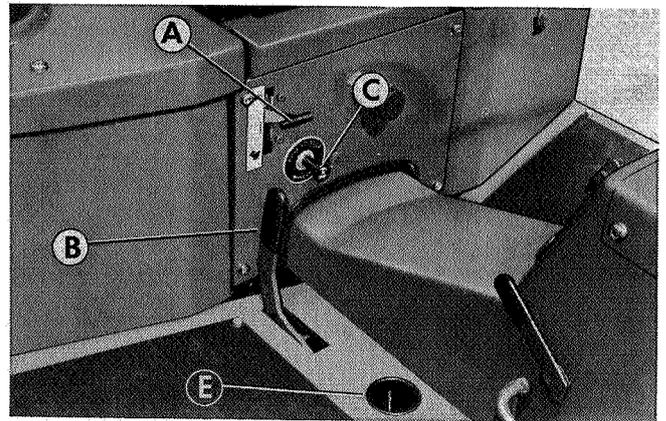

Abb.30
1. Remove the cap (A) from the tee connection and drain the fluid from the differential gearbox.
2. Remove the oil filter (B) and replace it with a new filter.
3. Re-fit cap (A) to tee connection.
4. Remove dipstick (E Fig 30) and refill the gearbox with new Shell Donax TF oil to the correct level on the dipstick. Capacity 4.5 litres (8 pints) 4.8 US quarts.
1. Check level of oil in differential gearbox. If necessary top up to correct level on dipstick (E Fig 30). (See also note under "Hydrostatic axle" page 46).
1. Deckel (A) von der T-Verbindung abnehmen und Flüssigkeit aus dem Differentialgetriebe ablassen.
2. Ölfilter (B) entfernen und durch neuen Filter ersetzen.
4. Ölstab (E Abb.30) entfernen und das Getriebe mit neuem Shell Donax TF bis zum angezeigten Niveau anfüllen. Fassungsvermögen 4,5 Liter.
1. Ölstand im Differentialgetriebe prüfen. Gegebenenfalls auffüllen. Siehe Markierung auf Ölstab (E Fig. 30). (Siehe hierzu auch Angaben unter "Hydrostatische Achse" auf Seite 46).
1. Enlevez le bouchon (A) du raccord en té et vidangez le fluide de la boîte du différentiel.
2. Retirez le filtre à huile (B) et remplacez-le avec un nouveau.
3. Remettez le bouchon (A) du raccord en té.
4. Retirez la jauge (E Fig 30) et remplissez la boîte d'huile Shell Donax TF jusqu'au niveau correct sur la jauge. Capacité 4.5 litres (8 pints) 4.8 quarts US.
1. Vérifiez le niveau de l'huile dans la boîte du différentiel. Si nécessaire, remettez au niveau correct sur la jauge (E Fig.30). (Voir aussi note pour l'essieu hydrostatique page 46).